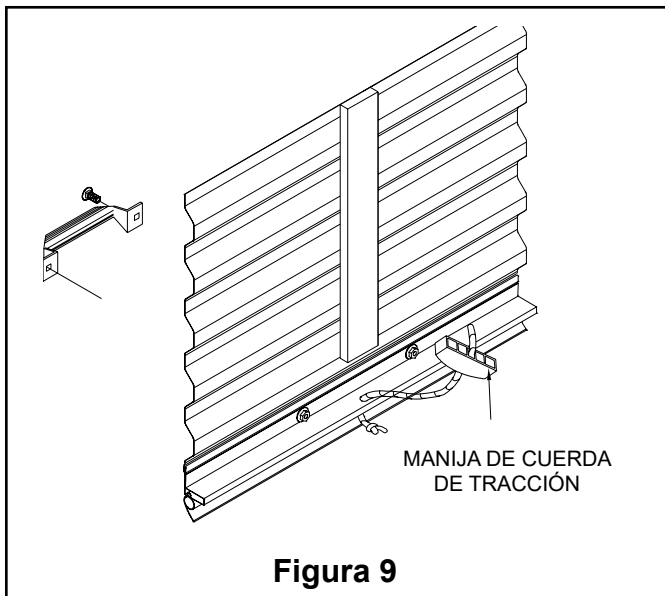

Figura 9
8.1 Manija de cuerda de tracción: Haga un nudo en un extremo de la cuerda. Deslice la manija de plástico por la cuerda y jale del nudo hacia la manija. Pase el otro extremo de la cuerda por el orificio en el centro del borde inferior de la puerta y haga otro nudo en el extremo para que la cuerda no se pueda salir (véase la Figura 9).